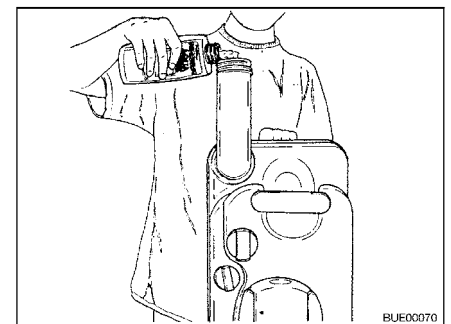

Bild 177 Sanitärflüssigkeit einfüllen
- Angegebene Menge Sanitärflüssigkeit in den Fäkalientank füllen (Bild 177).